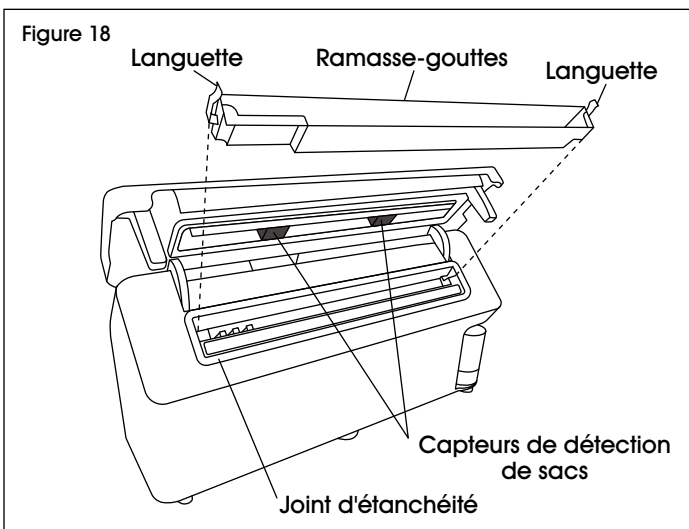

Figure 18
- Examinez les joints d'étanchéité et le ramasse-gouttes pour vous assurer qu'ils ne présentent aucun résidu de nourriture. Nettoyez les joints d'étanchéité supérieur et inférieur avec un tissu imbibé d'eau tiède et savonneuse au besoin. (Voir Figure 18)
- Essuyez les capteurs de détection de sacs situés sous le couvercle de la scelleuse. (Voir Figure 18)
- Videz le ramasse-gouttes après chaque utilisation. Pressez les languettes situées de chaque côté du ramasse-gouttes, puis soulevez et retirez le ramasse-gouttes pour le retirer. Lavez le ramasse-gouttes dans de l'eau tiède et savonneuse ou dans le panier supérieur d'un lave-vaisselle. Vérifiez qu'il n'y a pas de résidus de nourriture dans la fente du plateau ramasse-gouttes et nettoyez-la si nécessaire. Séchez le tout soigneusement avant de réinsérer le ramasse-gouttes dans la scelleuse. (Voir Figure 18)